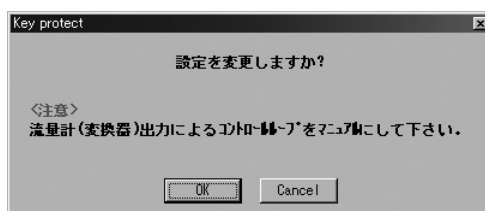

図66
- ③ 図66のようなメッセージボックスが現れますので、キー操作状態を変更する場合は「OK」をクリックしてください。